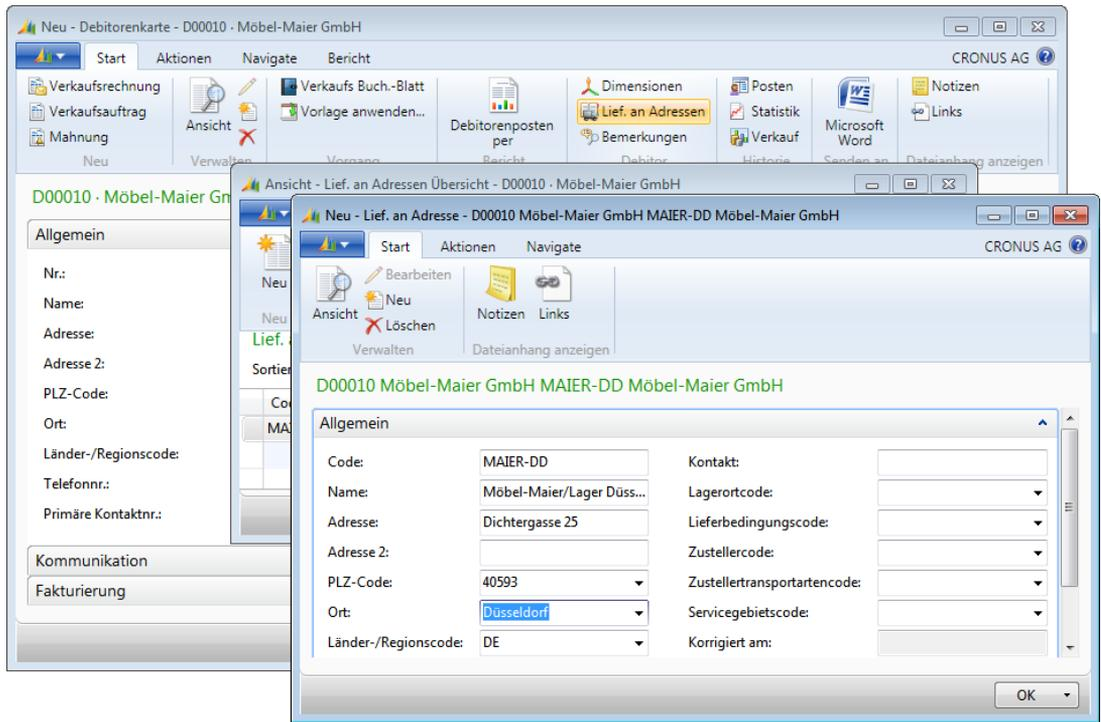

Abbildung 5.1 Eintragen der Lieferadresse des neuen Debitors
9. In der *Lief. an Adressen*-Übersicht klicken Sie auf die Schaltfläche *Neu* im Menüband und erfassen die Lieferadresse mit dem *Code* »MAIER-DD« im Neuanlagefenster entsprechend Abbildung 5.1.